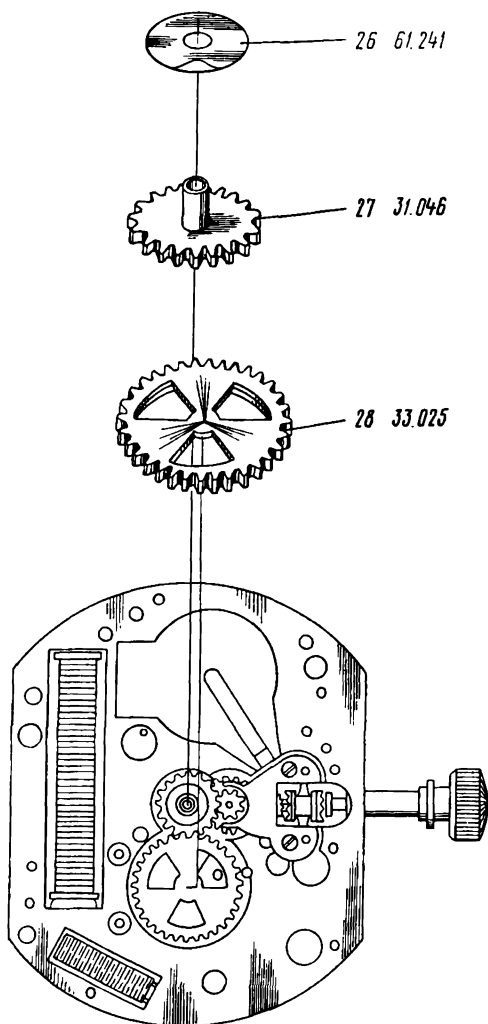

Рис. 122
30. Снять фольгу 26 (рис. 122)